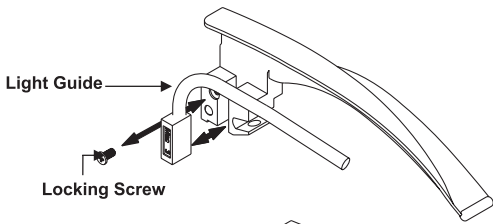

Fig 4
Nei prodotti Gima Green le lame a fibre ottiche sono amovibili e intercambiabili con una lama delle stesse dimensioni. Svitando la vite di bloccaggio laterale come mostrato in Fig. 4, si potrà rimuovere la guida di luce per la pulizia, le riparazioni o la sostituzione.
1. Rimuovere la vite di bloccaggio con un cacciavite come mostrato in Fig. 4.